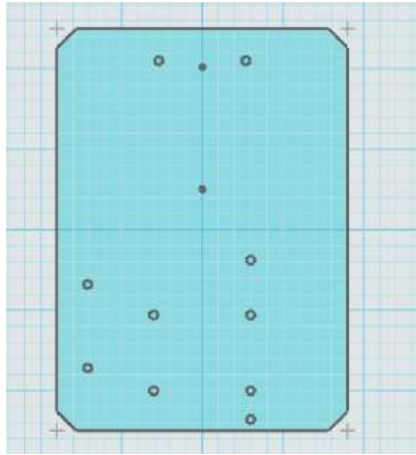

图 4-7
4. 绘制直径为 3 的安装孔。与步骤 3 相同。圆心坐标为 $(-13.5, 52.5)$ $(13.5, 52.5)$ $(15, -9.5)$ $(15, -26.5)$ $(-15, -26.5)$ $(15, -50)$ $(-15, -50)$ $(15, -59)$ $(-35.5, -17)$ $(-35.5, -43)$ 。完成后如图 4-7 所示。